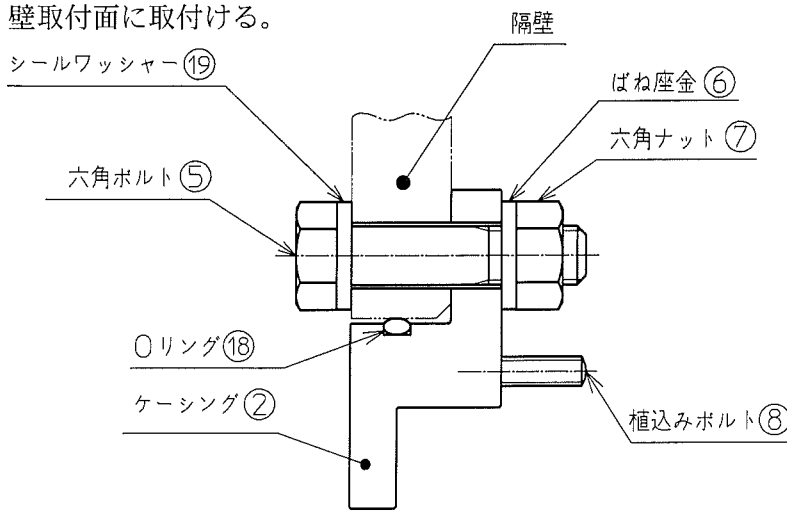

図 4 ケーシング②取付要領
(3) Oリング⑱のケーシング②へのはめ込み (図 4 参照)
(4) 隔壁へのケーシング②の取付について (図 4 参照)